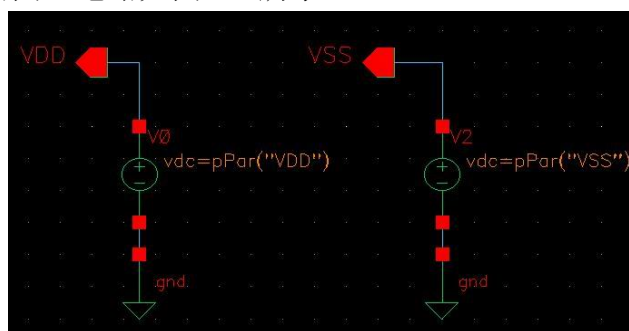

图 4.3 电源电路图
创建电源电路图（电路如图 4.3 所示）
- ② 添加 pins: 在左侧 Tool bar 图标栏中选择 pin icon 图标, 出现 Add form 窗口, 添加 output pins: VDD 和 VSS。
- ③ 连线: 点击 tool bar 栏中的 wire (narrow) icon, 连接 pins 与 gnd, 形成电路如图 4.3 所示。
- ④ 点击 tool bar 栏中的 check and save 图标, 完成存档。